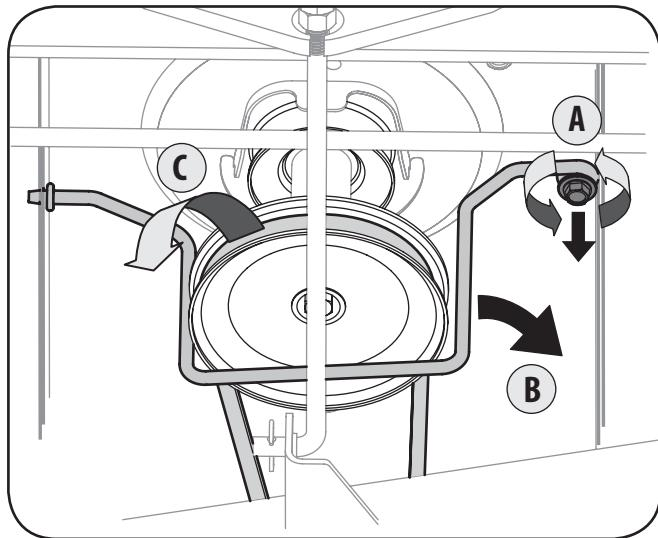

Figure 7-1
3. Dégarez la tige de retenue de la courroie (B), qui se trouve près de la poulie motrice, en retirant la vis auto-taraudeuse (A) qui la maintient en place. Voir la Figure 7-1.
4. Dégarez la courroie (C) de la prise de force de la poulie motrice du tracteur. Voir la Figure 7-1.